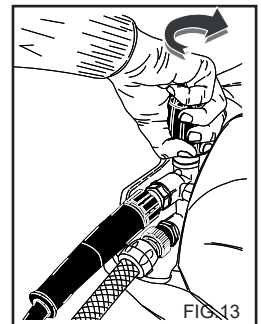

FIG.13
**BRUK AV REGULERBART HODE(Fig.13)(Ekstraustyr)**
Dette kapitlet gjelder kun de modellene som er utstyrt med utstyr for "trykkregulering". Trykkregulatoren, fig. 13, gjør at brukeren kan regulere arbeidstrykket. Når knapp C visis moturs (B) (minimum), reduseres driftstrykket.